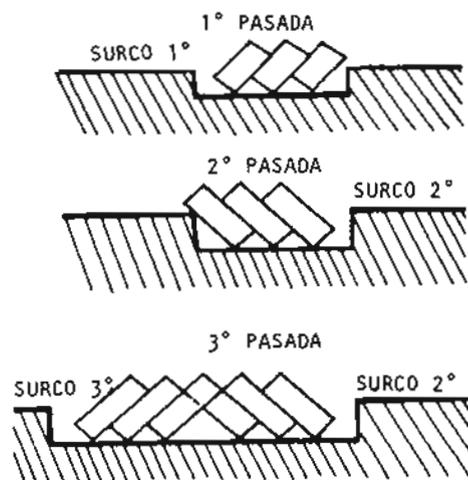

Fig. 2
- c Are en línea recta hasta el extremo de la amelga (fig. 2).